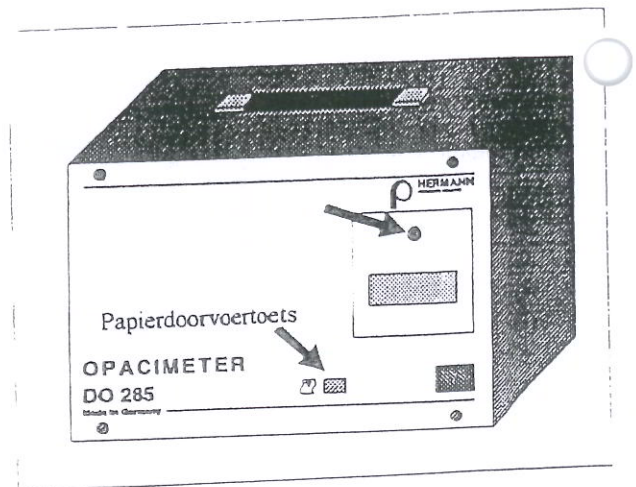

Fig. 20 Printerklepje DO 285
- Gebruik een kleine schroevendraaier om het sluitmechanisme van het printerklepje 90° naar links te draaien (Fig. 20);